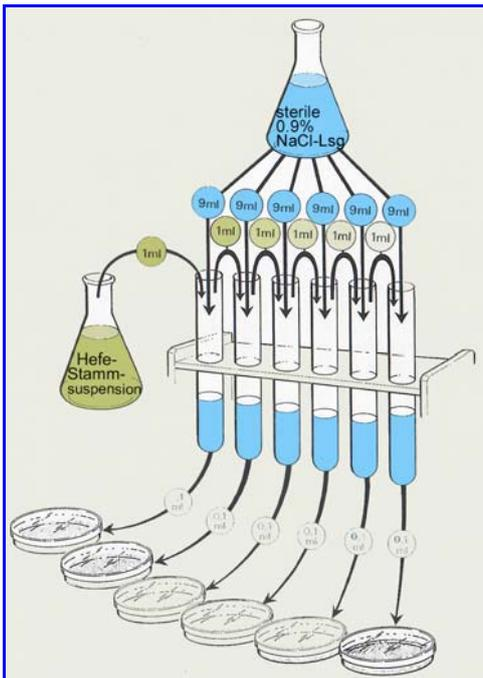

Abb. 1. Verdünnungsreihe: Pipettierschema.
6. In alle 6 sterilen RG werden mittels Pipettierhilfen mit der sterilen 10 mL-Pipette je 9.0 mL 0.9%ige NaCl-Lösung einpipettiert (vgl. auch Abb. 1).